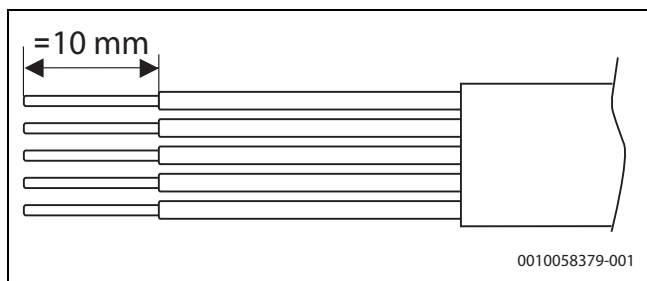

Bild 45 Abisolieren der Adern für den Netzanschluss
- CAN-BUS-Anschlusskabel durch die Kabeldurchführungen auf der linken Seite (1) führen.
- Anschlusskabel für die Stromversorgung durch die Kabeldurchführungen auf der rechten Seite (2) führen.
- ▶ Kabel wie in →Bild 45 gezeigt abisolieren.